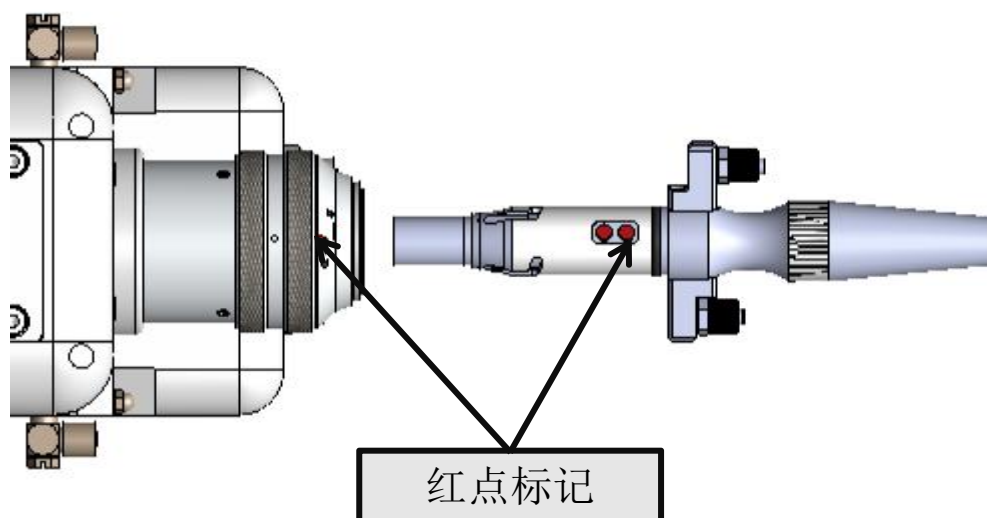

图2.6
- ④ 光纤头上红点对准QBH连接器的红点，慢慢将光纤头插入QBH连接器中，如下图2.6所示：